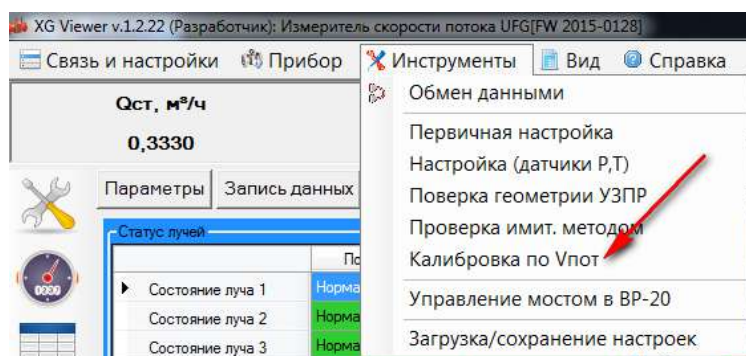

Рисунок 3.2
1) С помощью ПО «АРМ «UFG View» подключиться к первичному измерительному преобразователю UFG (к измерителю скорости потока). В меню «Инструменты» выбрать «Калибровка по скорости» (рисунок 3.2).